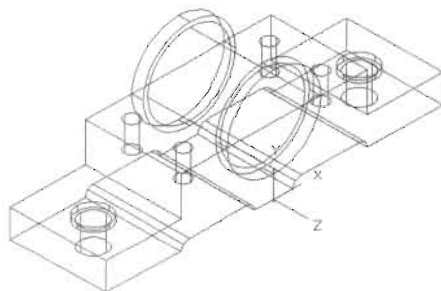

图 14-135
(3) 继续执行 Cylinder (圆柱体) 命令, 绘制另外两个圆柱体, 如图 14-135 所示, 命令执行过程如下。